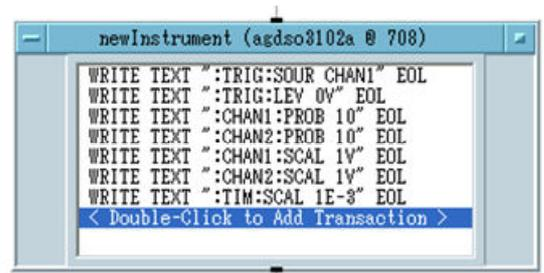

図6-14 オシロスコープの2チャンネル分の設定
- (1) オシロスコープはチャンネル1で入力電圧を、チャンネル2で出力電圧を測定する。両チャンネルとも図6-14のように設定すること。今度はプローブを使って測定するのでプローブ倍率を10倍することを忘れないこと。